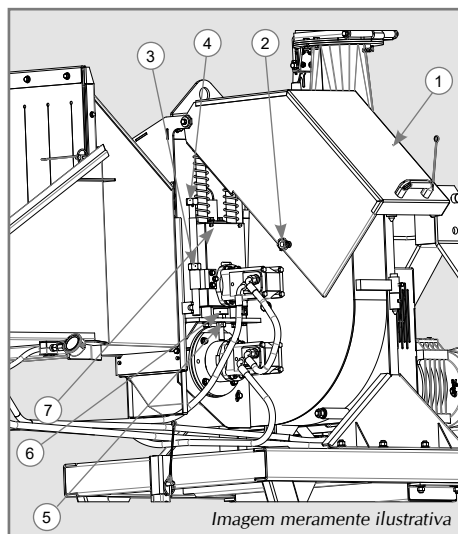

Figura 14
- ✓ Dependendo do tamanho do material a ser triturado os rolos alimentadores pode ter sua abertura entre os rolos alterada, conforme Figura 14. Para triturar folhas e madeiras até 5 cm de diâmetro é melhor deixar a regulagem mínima de altura entre os rolos, material com tamanho maior que 5 cm pode ter o rolo superior com a abertura maior para facilitar a entrada do material no rolo.
- Abra a tampa de proteção dos motores (1) soltando o manípulo de fixação (2). Em seguida solte a contraporca (3) da barra de regulagem de altura (4) e usando uma chave apropriada gire a barra em sentido horário para suspender o rolo superior ou gire a barra anti-horário para aproximar o rolo superior do inferior. O batente (6) deve ser ajustado a altura conforme o ajuste do rolo superior, em seguida trave a contraporca (5) do batente. Ao concluir o ajuste, retome a barra de regulagem (4) na posição original e trave a contraporca (3), conforme Figura 14.
O Ponto 5 está na figura 14 página 22, é o item 7, para lubrificar as guias lineares.